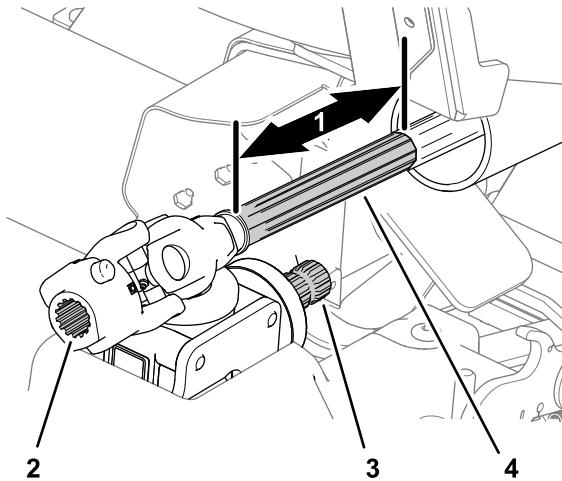

図 54
- 駆動シャフトの前半分図 54を前方に 25 cm ほど引き出す。
3. ギアボックスのシャフトのスプラインと駆動シャフトのスプラインをきれいにする図 54。
4. 前駆動シャフトの滑り面をきれいにする図 54。
5. ギアボックスのシャフトのスプラインとUジョイントカップリングのスプライン図 54に固結防止コンパウンドを塗る。
6. 前駆動シャフトの滑り面に固結防止コンパウンドを塗る図 54。